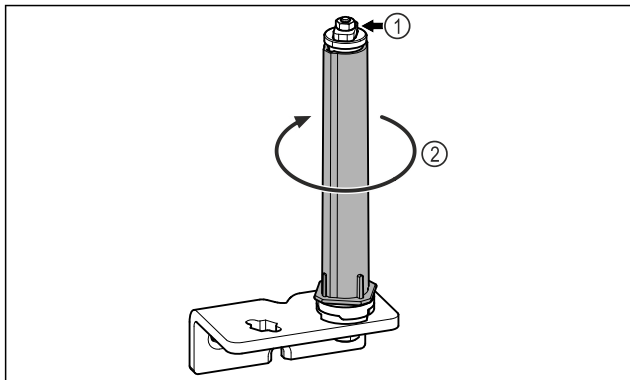

Fig. 23
- ▶ Mos e zbërtheni sistemin e mbylljes së derës Fig. 23 (1).
- ▶ Rrotulloni sistemin e mbylljes Fig. 23 (2) derisa të kërcasë.